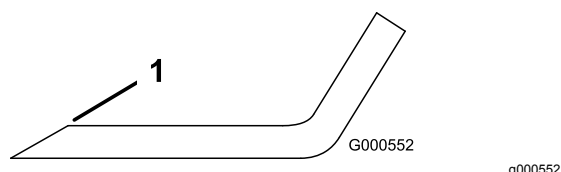

Figure 61
1. Au moyen d'une lime, aigüisez les tranchants aux deux extrémités de la lame (Figure 61).
Remarque: Si la lame est déséquilibrée, limez un peu l'extrémité de l'ailette seulement (Figure 61).